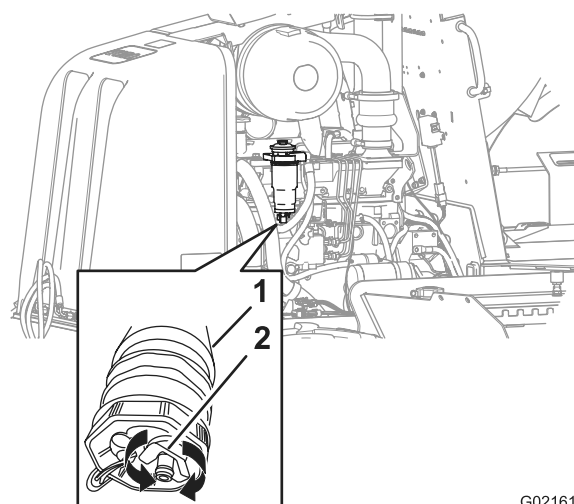

Figura 53
2. Posicione uma pequena bandeja de drenagem sob o filtro de combustível secundário (Figura 53).
3. Gire a válvula de drenagem no fundo do filtro de combustível secundário no sentido anti-horário, dando 2 ou 3 voltas, e drene a água e os sedimentos presentes no separador de combustível/água do filtro de combustível (Figura 53).
4. Quando o combustível sair limpo, gire a válvula de drenagem no sentido horário até fechá-la (Figura 53).